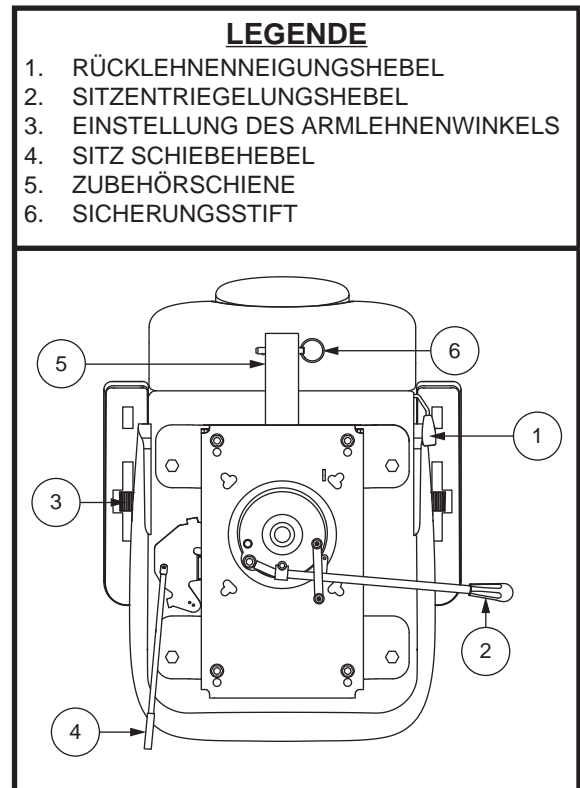

Abb. 20. Sitzeinstellungen – Stil B
Um die verstellbare Rückenlehne einzustellen, befolgen Sie diese Schritte. **Siehe Abb. 20.**
1. Drehen Sie den Hebel zur Verstellung der Sitzposition nach aussen. **Siehe Abb. 20.**
Der Armlehnenwinkel Ihres Elektromobils kann nach oben oder nach unten verstellt werden. **Siehe Abb. 20.**
Die Zubehörhalterung am Heck ermöglicht es Ihnen, persönliche Zubehörkomponenten wie Korb, Gehhilfe oder Sauerstofftank hinter dem Elektromobil anzubringen. Verwenden Sie den Sicherheitsstift, um das Zuberörteil sicher an der Halterung zu befestigen. **Siehe Abb. 20.** Für weitere Informationen wenden Sie sich an Ihren Vertragshändler.